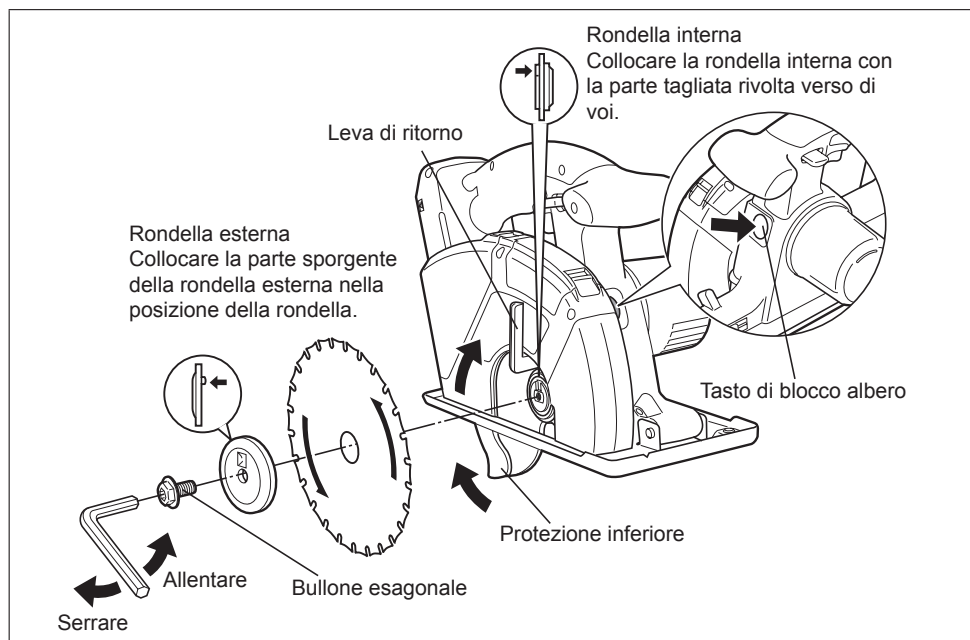

Fig. 6
Assicurarsi che il bullone esagonale sia ben serrato. (Vedere la fig. 6)
4. Installare la lama seguendo l'illustrazione qui sopra. (Vedere la fig. 6)